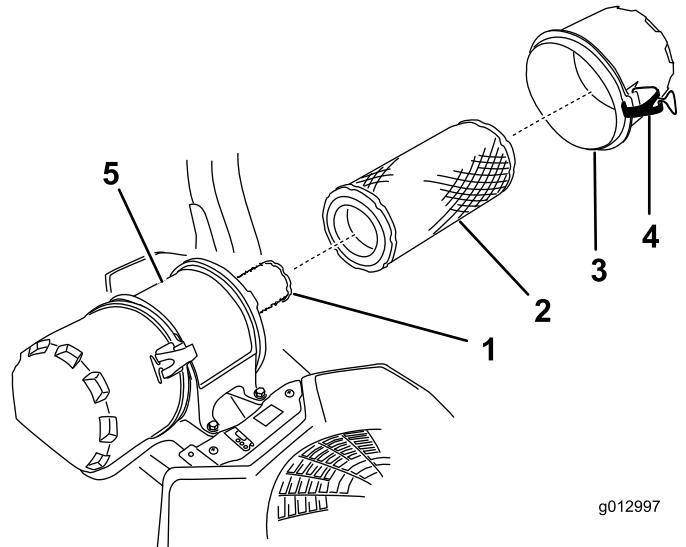

Figura 64
6. Liberte os trincos do filtro de ar e empurre a cobertura do filtro de ar para fora do corpo do filtro de ar (Figura 64).
8. Empurre suavemente o filtro primário para fora do corpo do filtro de ar (Figura 64).
- Se substituir o filtro interior, empurre-o com cuidado para o corpo do filtro (Figura 64).
- Empurre com cuidado o filtro principal sobre o filtro de segurança (Figura 64).
- Monte a cobertura do filtro de ar e fixe os trincos (Figura 64).